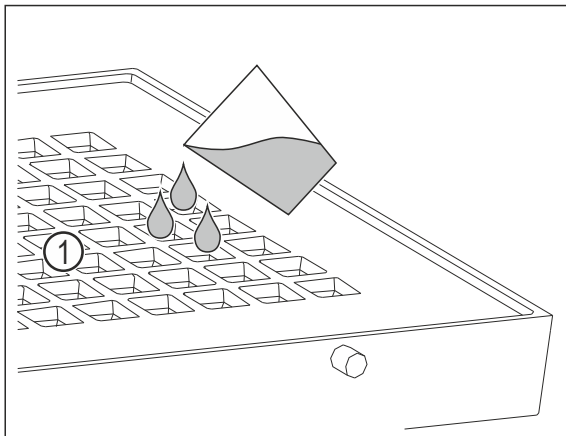

Fig. 158
- Nalijte maximálně 400 ml vody přes otvory Fig. 158 (1) v krytu.